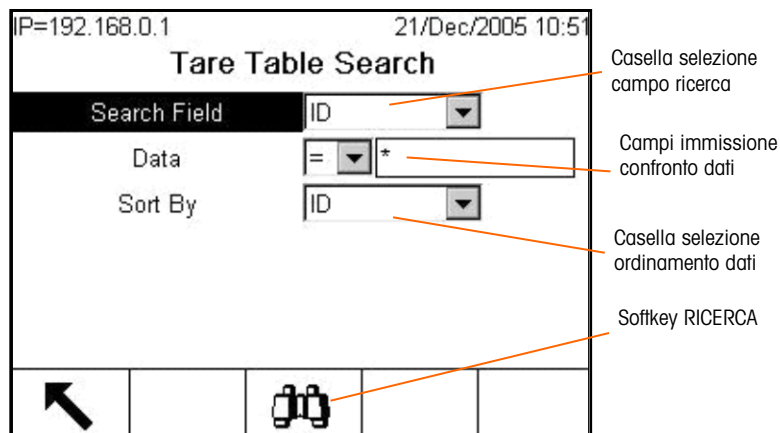

Figura 2-38: Schermata Tare Tabella Search (Ricerca tabella tare)
Se la connessione al terminale remoto riesce, dopo un po' di tempo viene visualizzata la schermata principale per quel terminale. Se la connessione non riesce, può essere visualizzato un messaggio di errore (Figura 2-38), che indica che il server di rete/visualizzazione del terminale remoto è disattivato nella configurazione.
3. Per selezionare un sottogruppo di record dalla tabella, premere il soffkey CERCA TABELLA . Viene visualizzata la schermata RICERCA per i tipi di report selezionati (vedere Figura 2-38).